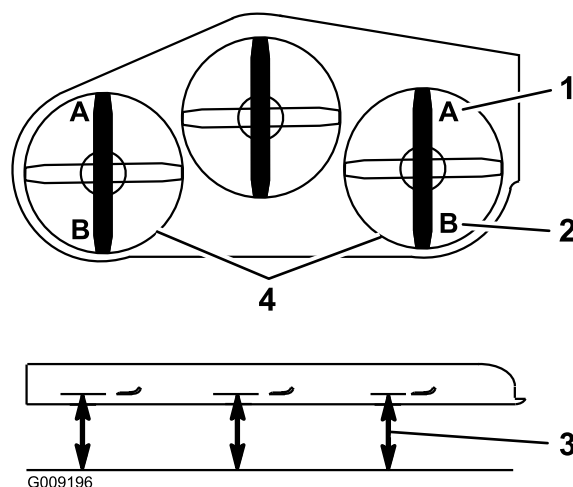

Figure 72
9. De chaque côté du tablier de coupe, mesurez la distance entre la surface plane et la pointe avant de la lame (position A). On doit obtenir un écart de 7,6 cm (3 po) (Figure 72).
lame (position B). On doit obtenir un écart de 8,3 cm (3 1/4 po) (Figure 72).